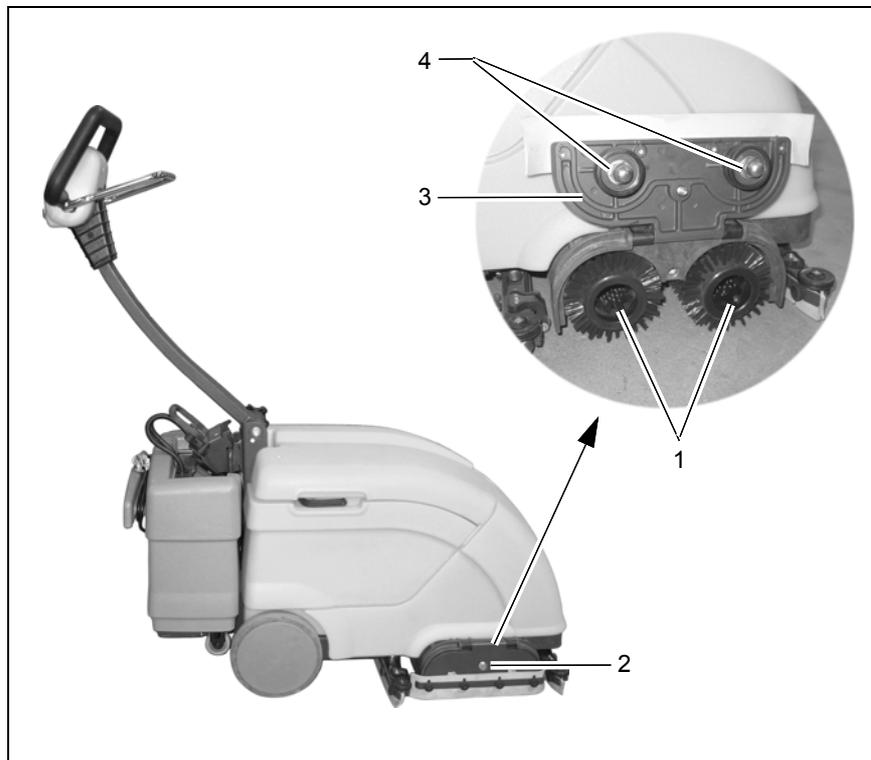

Fig.18
Verifique a cabeça de escovas diariamente e limpe ou troque as escovas (Fig. 18/1) se necessário.
4. Remova as escovas (Fig. 18/1) da cabeça de escovas.
Quando instalar as escovas certifique-se que elas ficam bem instaladas (Fig. 18/4) nos engates.
Verifique o rodo (Fig. 18/1) diariamente e limpe-o se necessário .
Verifique as borrachas traseiras (Fig. 18/2) e frontais (Fig. 18/3) no rodo de aspiração semanalmente por problemas. As borrachas podem ser substituídas sem necessidade de utilizar ferramentas.
3. Desaperte os parafusos de aperto (Fig. 18/4) e remova as tiras de aperto (Fig. 18/5).
4. Verifique as borrachas traseiras (Fig. 18/2) e frontais (Fig. 18/3) e substitua-as se necessário.
As borrachas traseiras podem ser viradas (Fig. 18/1) quando desgastadas.